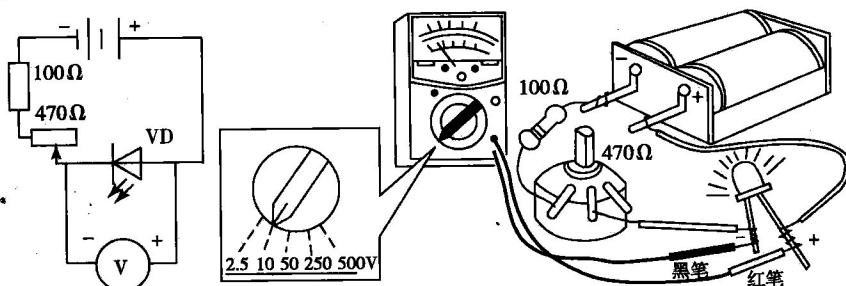

图 1-5 用万用电表测电压
(1) 选择量程。万用电表直流电压挡标“V”，有 2.5V、10V、50V、250V 和 500V 五个量程，应根据电路中电源电压大小选择量程。由于电路中电源电压只有 3V，所以选用 10V 挡。若不清楚电压大小，应先用最高电压挡测量，逐渐换用低电压挡。
(2) 测量方法。万用电表应与被测电路并联。红笔应接被测电路和电源正极相接处，黑笔应接被测电路和电源负极相接处（图 1-5）。